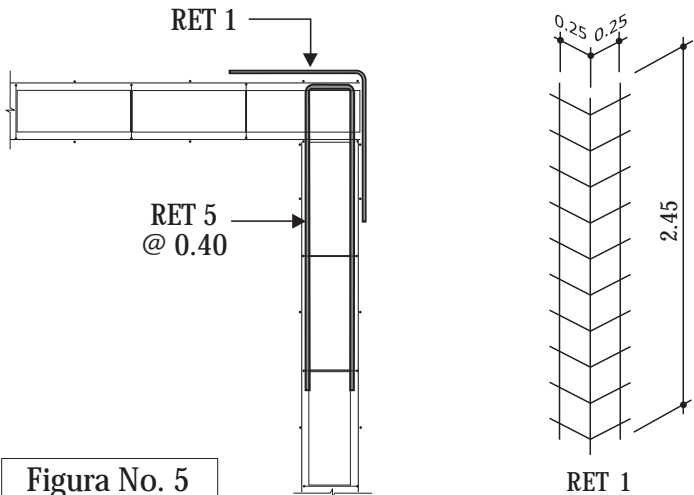

Figura No. 5
1.4 En las uniones en esquina deberá colocarse refuerzos tipo RET 1 y RET 5, conforme se indica en la figura No.5.